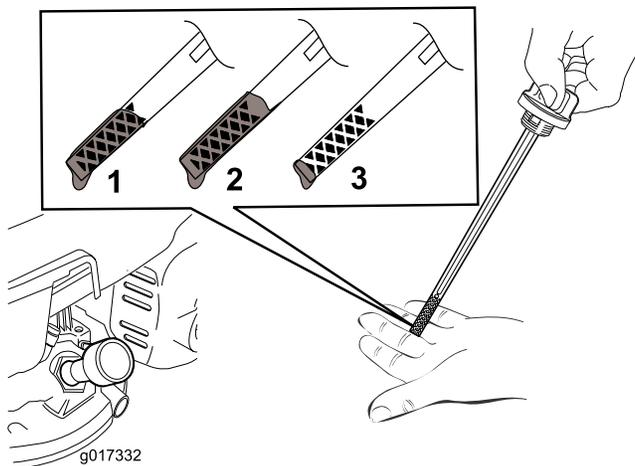

Рисунок 7
2. Извлеките масломерный щуп (Рисунок 7).
**Примечание:** Заливайте масло в картер двигателя до достижения требуемого уровня по масломерному щупу, как показано на Рисунок 7. В случае перелива слейте некоторое количество масла из двигателя, как описано в Замена масла в двигателе \(страница 18\).